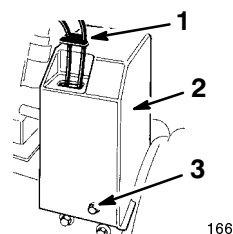

Figure 5
14. Montez le carter de courroie supérieur sur le bâti du moteur à l'aide de trois boulons à tête à embase de 1,3 cm (Fig. 5).
15. Enfilez la protection sur les câbles et dans l'orifice du carter de courroie (Fig. 5).